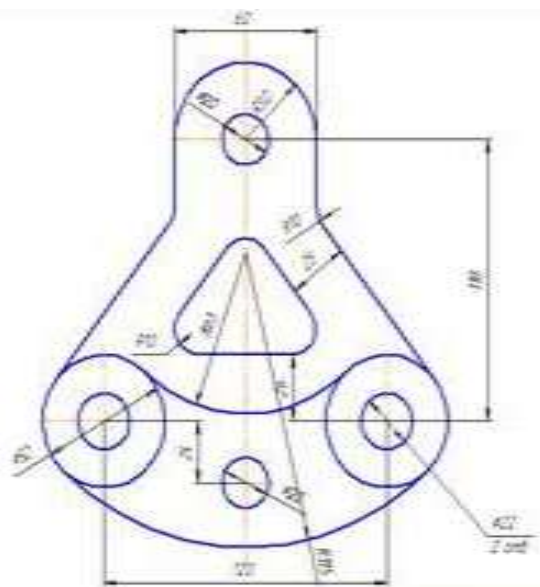

Рисунок 3.21 –Простановка размеров
23. Проставьте размеры, обращая внимание на параметры *Панели свойств* (рисунок 3.21).